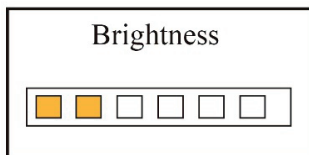

Figura 4.10A Impostazione luminosità
- **Brightness:** Per impostare la luminosità della retroilluminazione vi sono 6 livelli disponibili; l'impostazione predefinita è il livello 3, come mostrato nella figura 4.10A.